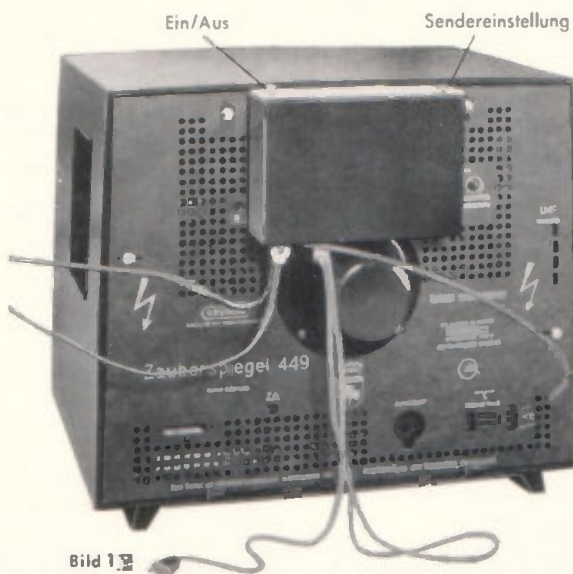
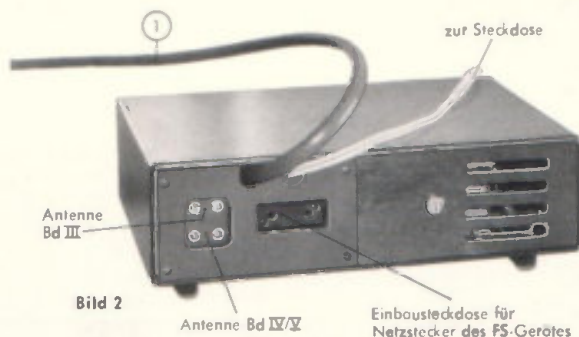

Bild 1
Bild 2
Nachstehend bringen wir die Montage- und Anschlussanweisung für das UHF-Vorsatzgerät. Es kann dank seiner zweckmäßigen Holteklommern an die Rückwand des Fernsehgerätes gehängt werden (Bild 1), nach Abnahme der Haltewinkel aber auch getrennt betrieben, z. B. neben das Gerät gelegt werden. Bild 2 zeigt die rückseitigen Anschlüsse.
3. Blaue, abgeschirmte Leitung ① mit Schelle und Holzschraube zugenlasten.
5. Antennen Band III und Band IV/V an den vorgesehenen Buchsen am UHF-Teil anschließen (siehe Bild 2).